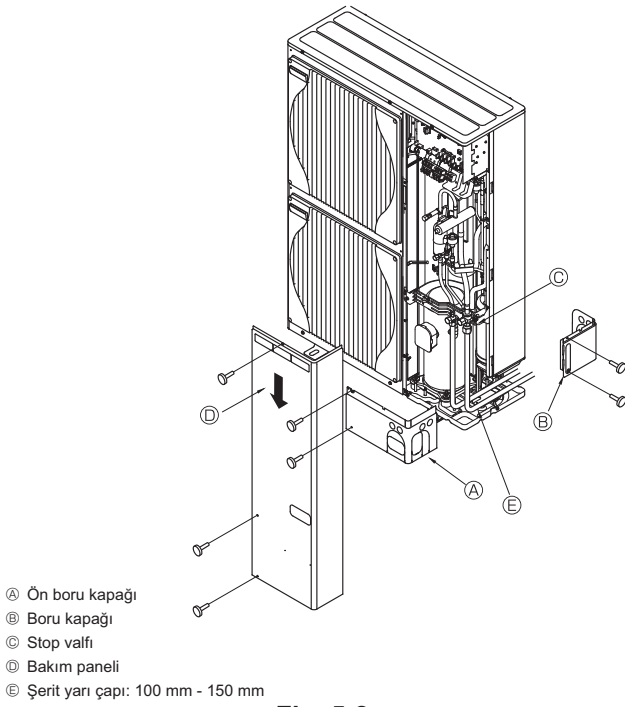

Fig. 5-8
5.6. Soğutucu boruları (Fig. 5-8)